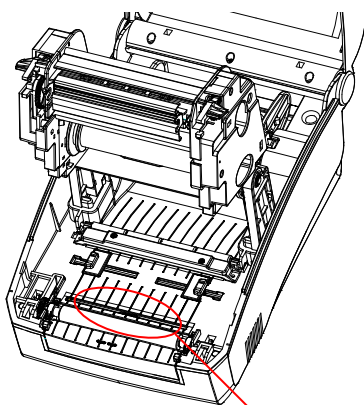

图 7-1
1. 按住两侧的顶盖卡扣按钮，掀开打印机顶盖(图 7-1)；